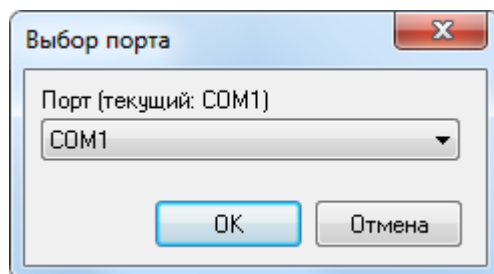

Рисунок 51. Выбор порта суммарного газоанализатора
2. В появившемся диалоге в выпадающем списке выберите порт, по которому будет осуществляться приём данных (рис. 51).